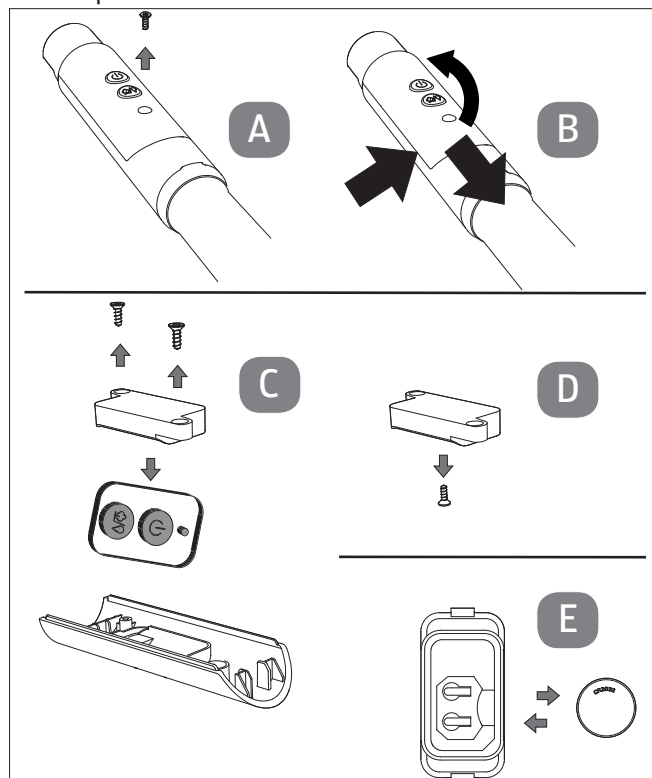

Fig. 14 – Remplacer la pile de la poignée
- ▶ Retirez la vis située sous le panneau de commande sur la poignée à l'aide du tournevis cruciforme (Voir Fig. 14, A).
- ▶ Retirez le compartiment de la télécommande de la poignée (Voir Fig. 14, flèche B) :
- ▶ Dévissez les deux vis (Voir Fig. 14, C) pour retirer la télécommande.
- ▶ Retirez la petite vis sur la platine à l'aide d'un petit tournevis cruciforme (Voir Fig. 14, D) et retournez la platine.
- ▶ Remplacez la pile bouton (Voir Fig. 14, E).